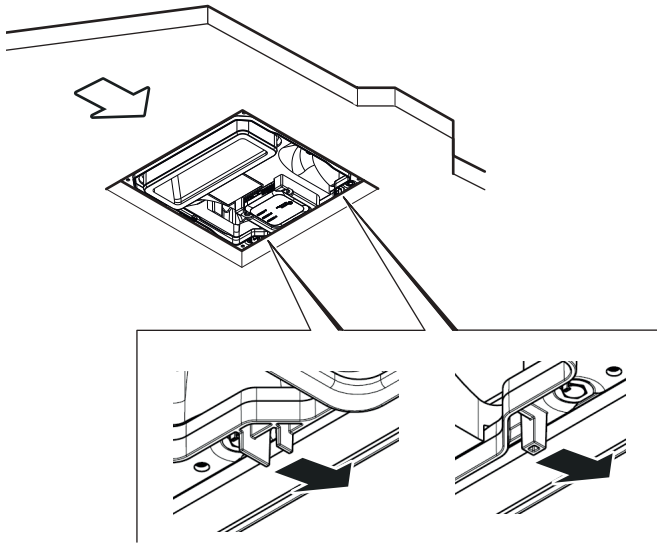

Abb. 11
- Zur Ausrichtung die beiden Positionierungsnasen an der Außeneinheit als vorderen Anschlag benutzen (Abb. 11). Die Außeneinheit muß danach soweit nach hinten versetzt werden, daß die Schraublöcher für den Montagerahmen zugänglich sind.